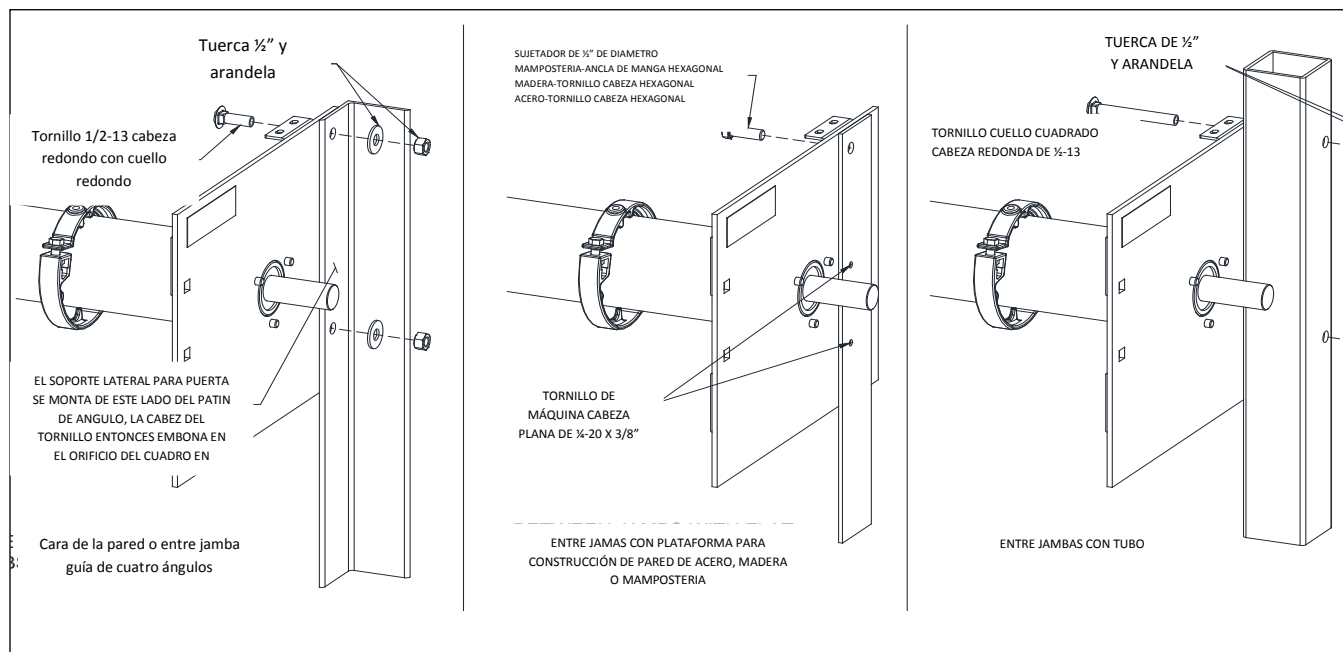

Figura 6.5 – Configuraciones de ensamblaje del soporte lateral y accesorios.
6. Insertar los tornillos especificados y apretarlos, ver **Figura 6.5**